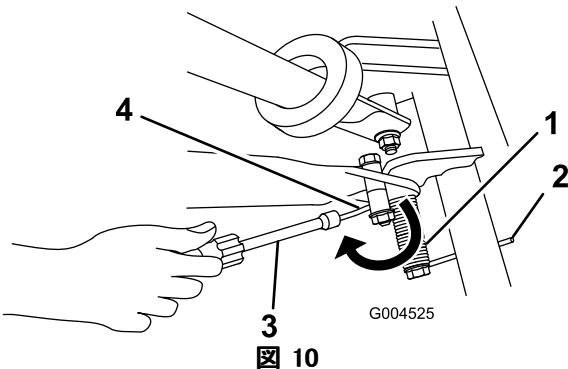

図 10
6. 後ろ向きに出ているスプリングの端にナット・ランナーをかぶせ、この端をキックスタンドのスペーサの下に引っ掛ける(図 10)。